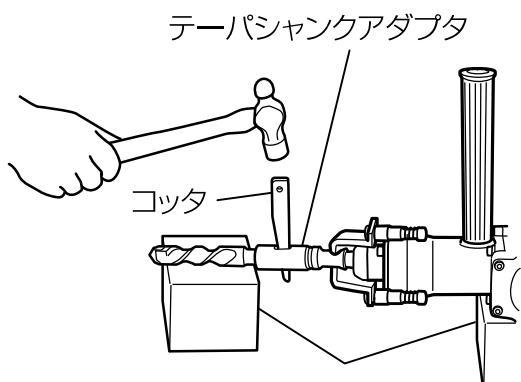

図 11
- (1) テーパシャンクアダプタにテーパシャンク付ドリルビットを取り付けます。
- (2) スイッチを入れ、穴あけ深さ表示溝まで穴をあけます。
- (3) スポイトで掃除した後、アンカーの先端にプラグを付け、手ハンマなどで打込みます。
- (4) テーパシャンク付ドリルの取りはずしは、テーパシャンクアダプタの長穴部分にコッタを入れ、下に台を置いてコッタの頭を手ハンマでたたいてはずします。(図 11)